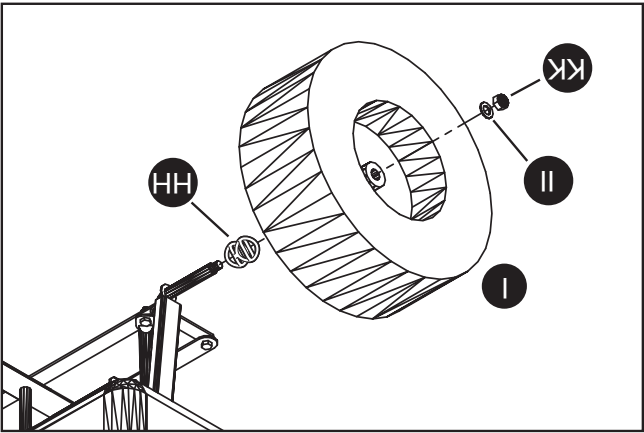

Fig. 10
8. Fije las cuatro ruedas (I) colocando primero los espaciadores para las ruedas (HH) en cada eje, y luego las ruedas (I) y las arandelas planas M12 (II), y las contratuercas M12 (KK), como se muestra en la Fig. 10.